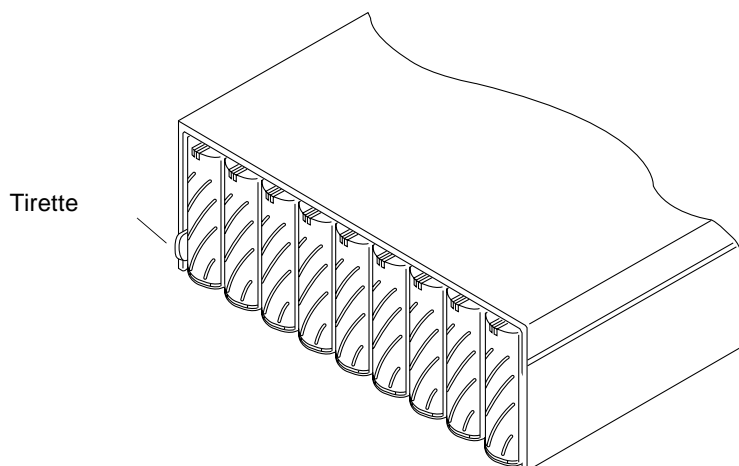

FIGURE 2-2 Tirette indiquant le numéro de série et l'adresse MAC
5. Repérez la tirette située du côté gauche de la baie de disques, près de la première unité de disque (FIGURE 2-2).
- **Adresse MAC.** Reportez-vous à la FIGURE 2-2 pour connaître l'adresse MAC. Reportez-vous à l'Étape 1 de la procédure ci-après pour connaître le format de l'adresse MAC.